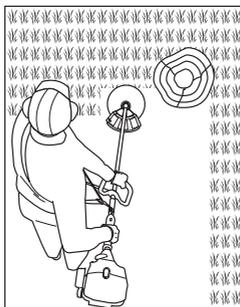

Fig.15
- > Faites particulièrement attention lorsque vous travaillez à proximité de buissons ou d'arbres : la lame peut endommager les écorces tendres ainsi que les poteaux des barrières (fig. 15).